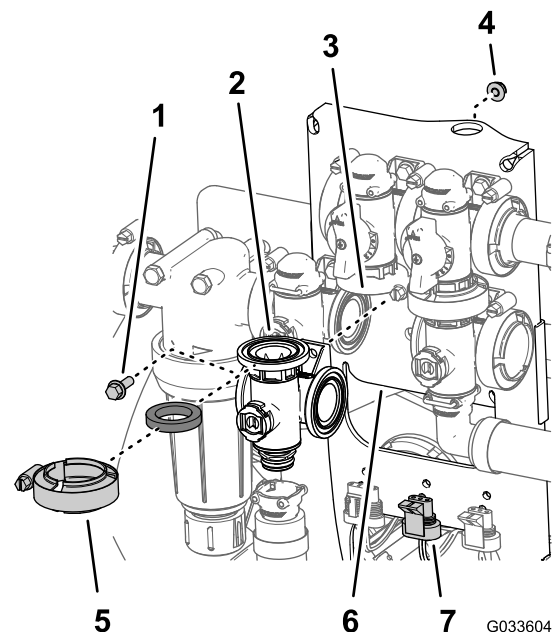

図 127
1. 攪拌バイパスバルブのフランジ、ガスケット、攪拌バイパスバルブのフランジを、整列させる 図 127。
9. 攪拌バルブをバルブマウントに組み付ける; フランジヘッドボルトとフランジロックナット 図 127 はステップ 3 攪拌マニホールドバルブの取り外し (ページ 76) で取り外したものを使用し、ボルトとナットを 10-12 N·m 1.0-1.2 kg/cm2 = 90-110 in-lb にトルク締めする。